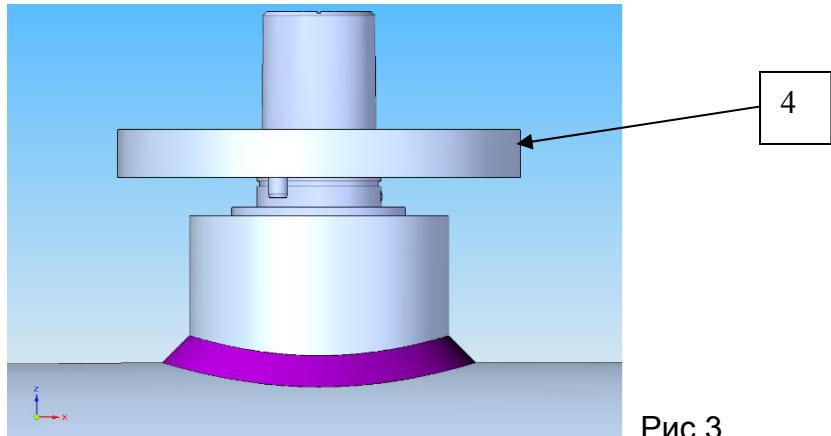

Рис.3
7. Осторожно снять ISO-фланец 4 вместе с резиновой прокладкой (рис.3).